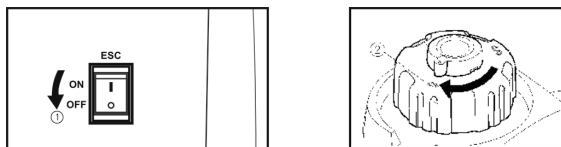

рис.6
1. Переключатель ESC (интеллектуальное управление двигателем) должен быть в положении «ВЫКЛ.» (рис.6 поз.1). 2. Поверните клапан вентиляции топливного бака (рис.1 поз.8) в положение «Откр.». **Примечание:** крышка топливного бака (рис.6 поз.2) - вентилируемого типа (для обеспечения доступа воздуха при расходе бензина из бака). Перед запуском и при работе всегда переводите ее в режим вентиляции (поворачивая в положение «Откр.»).